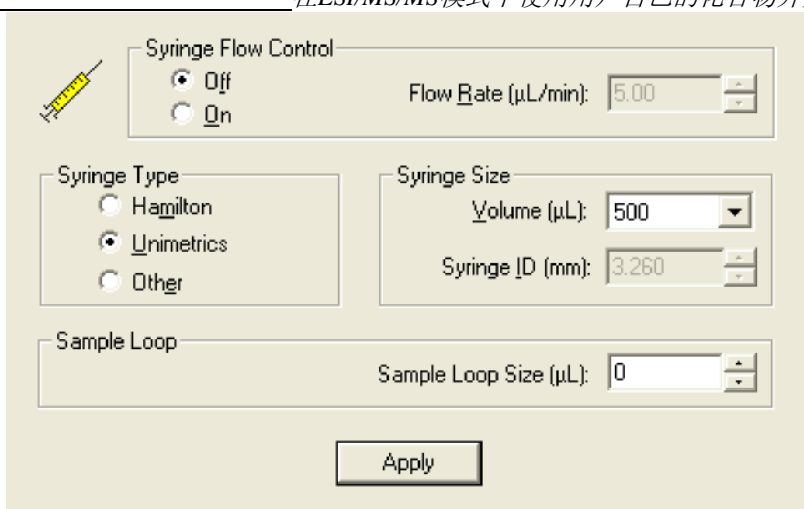

图4-8. 注射泵和样品定量环视图，图中显示的是自动定量环注射设置
- a. 选择**Setup（设置）> Syringe Pump & Sample Loop（注射泵和样品定量环）**，在工作区域右上角显示Syringe Pump and Sample Loop（注射泵和样品定量环）视图，见图4-8。